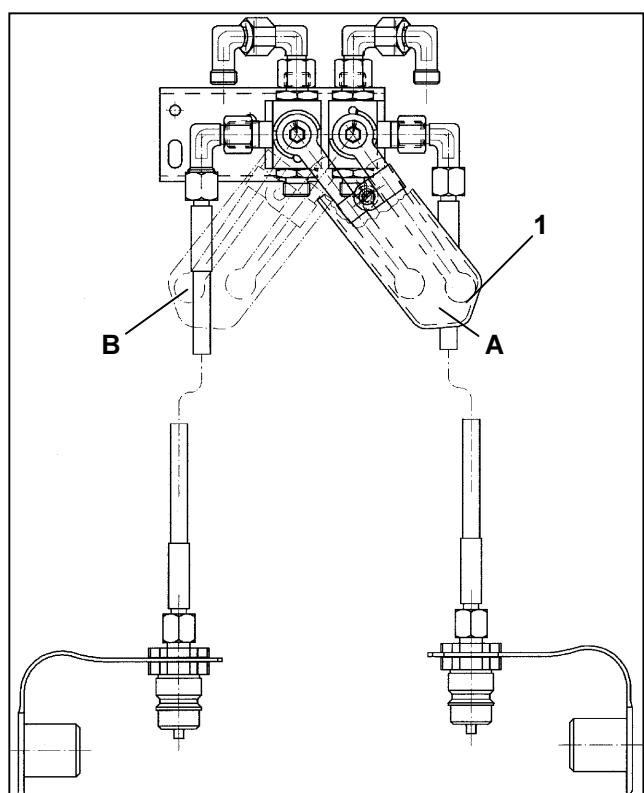

Рис. 8.5
- Рычаг переведите в положение В (Рис. 8.5) и сложите левую боковую консоль, приведя в действие устройство управления трактора.
- Рычаг переведите в положение А (Рис. 8.5) и сложите правую боковую консоль, приведя в действие устройство управления трактора.